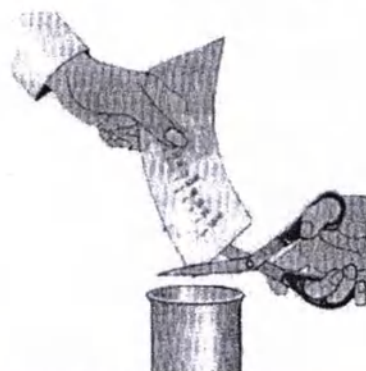

Рисунок 5 – Переливание жидкости в баночку или пластиковый мочесборник
- и) Расправьте мешок мочеприемника и постройте рядом с ребенком до опорожнения мочевого пузыря. После того, как пакет наполнится мочой, аккуратно отклейте его, и погрузите его нижний, заостренный конец в баночку или пластиковый мочесборник и отрежьте угол предварительно протертыми спиртом ножницами. Жидкость выльется в стерильную емкость без контакта с руками (см. Рисунок 5).